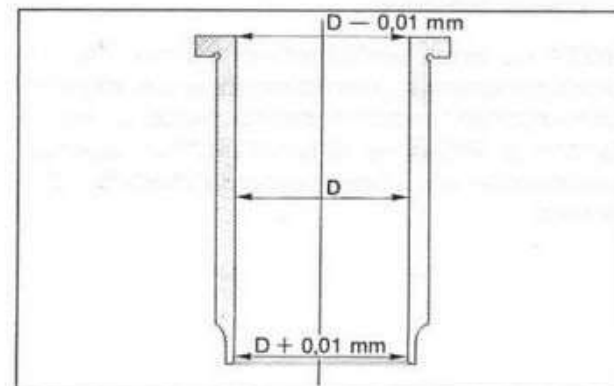

Fig. 57
Quando il cilindro è nuovo, la canna è lievemente conica (vedi Fig. 57). Con il passare dei chilometri, in seguito ad usura, la canna tende ad assumere una certa ovalizzazione e a divenire conica (con il  $\varnothing$  maggiore in vicinanza della parte alta del cilindro).
New cylinders are machined with a slightly tapered bore (see Fig. 57). After considerable mileage, wear causes the bores to become out-of-round and tapered. The maximum degree of wear usually occurs on the thrust faces (at right angles to the gudgeon pin axis) and in the upper portion of the cylinder bore.
Sottraendo il valore così ottenuto al diametro della canna (posizione di rilievo D - Fig. 57) si ottiene il valore del gioco tra pistone e cilindro.
**NOTA** - L'alesatura e la levigatura del cilindro devono essere eseguite da una ditta altamente specializzata. E' consigliabile conferire alla canna una forma lievemente conica (vedi Fig. 57), analoga a quella dei cilindri nuovi di fabbrica.
Subtract piston diameter from cylinder bore diameter (sizing point D - Fig. 57) to obtain piston clearance.
**NOTE** - This operation should be performed by a qualified machine shop. For best results the reconditioned bore should have a slightly tapered shape (the factory designed taper should be reproduced. Refer to new cylinder shape - Fig. 57).